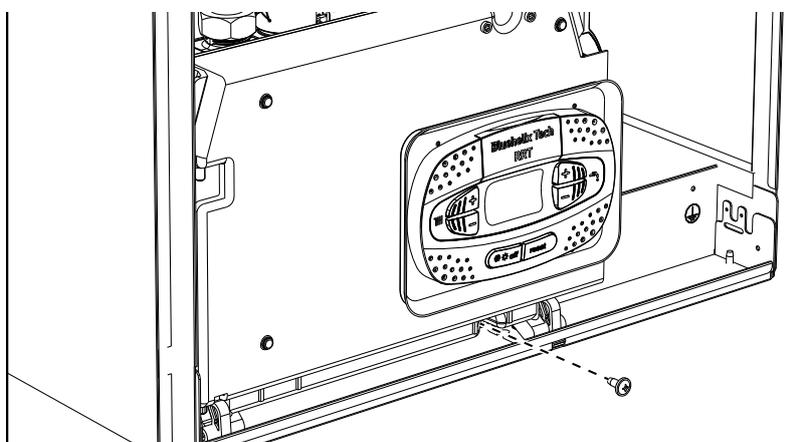
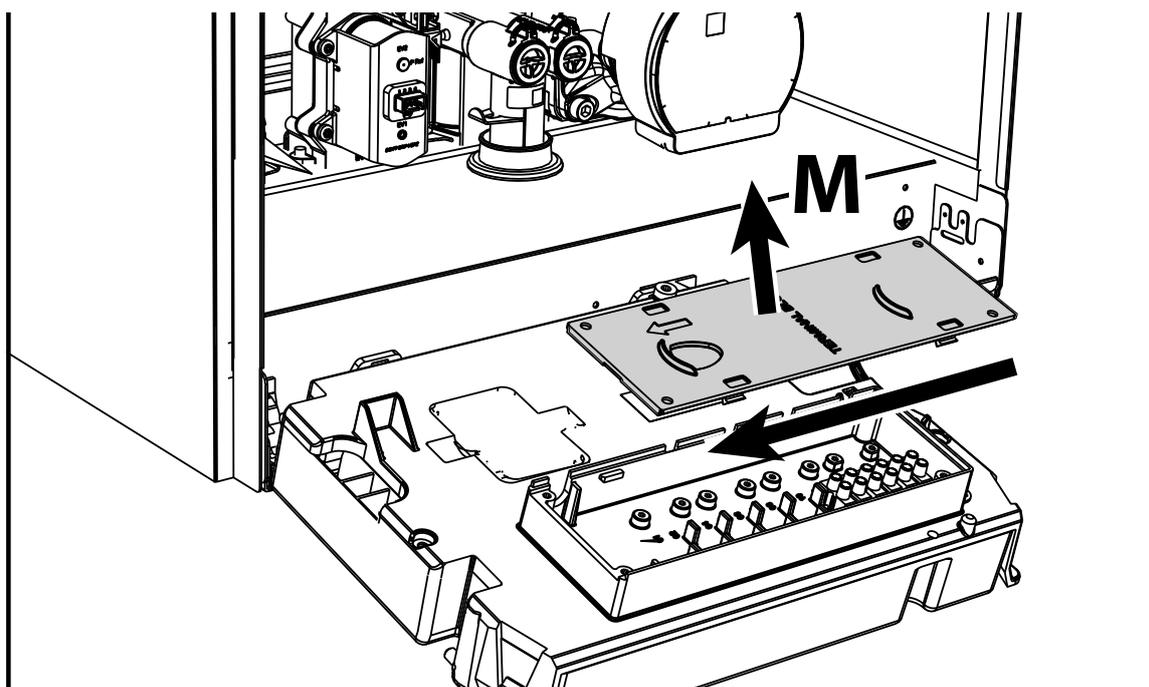

fig. 19
fig. 20
Dopo aver tolto il pannello frontale (sez. "Apertura del pannello frontale" a pag. 30) è possibile accedere alle morsettiere (M) seguendo le indicazioni descritte di seguito (fig. 19 e fig. 20). **I morsetti indicati nella fig. 20 devono essere a contatti puliti (non 230V).** La disposizione dei morsetti per i diversi allacciamenti è riportata anche nello schema elettrico alla fig. 47.
Configurazione Interruttore ON/OFF (A fig. 20)